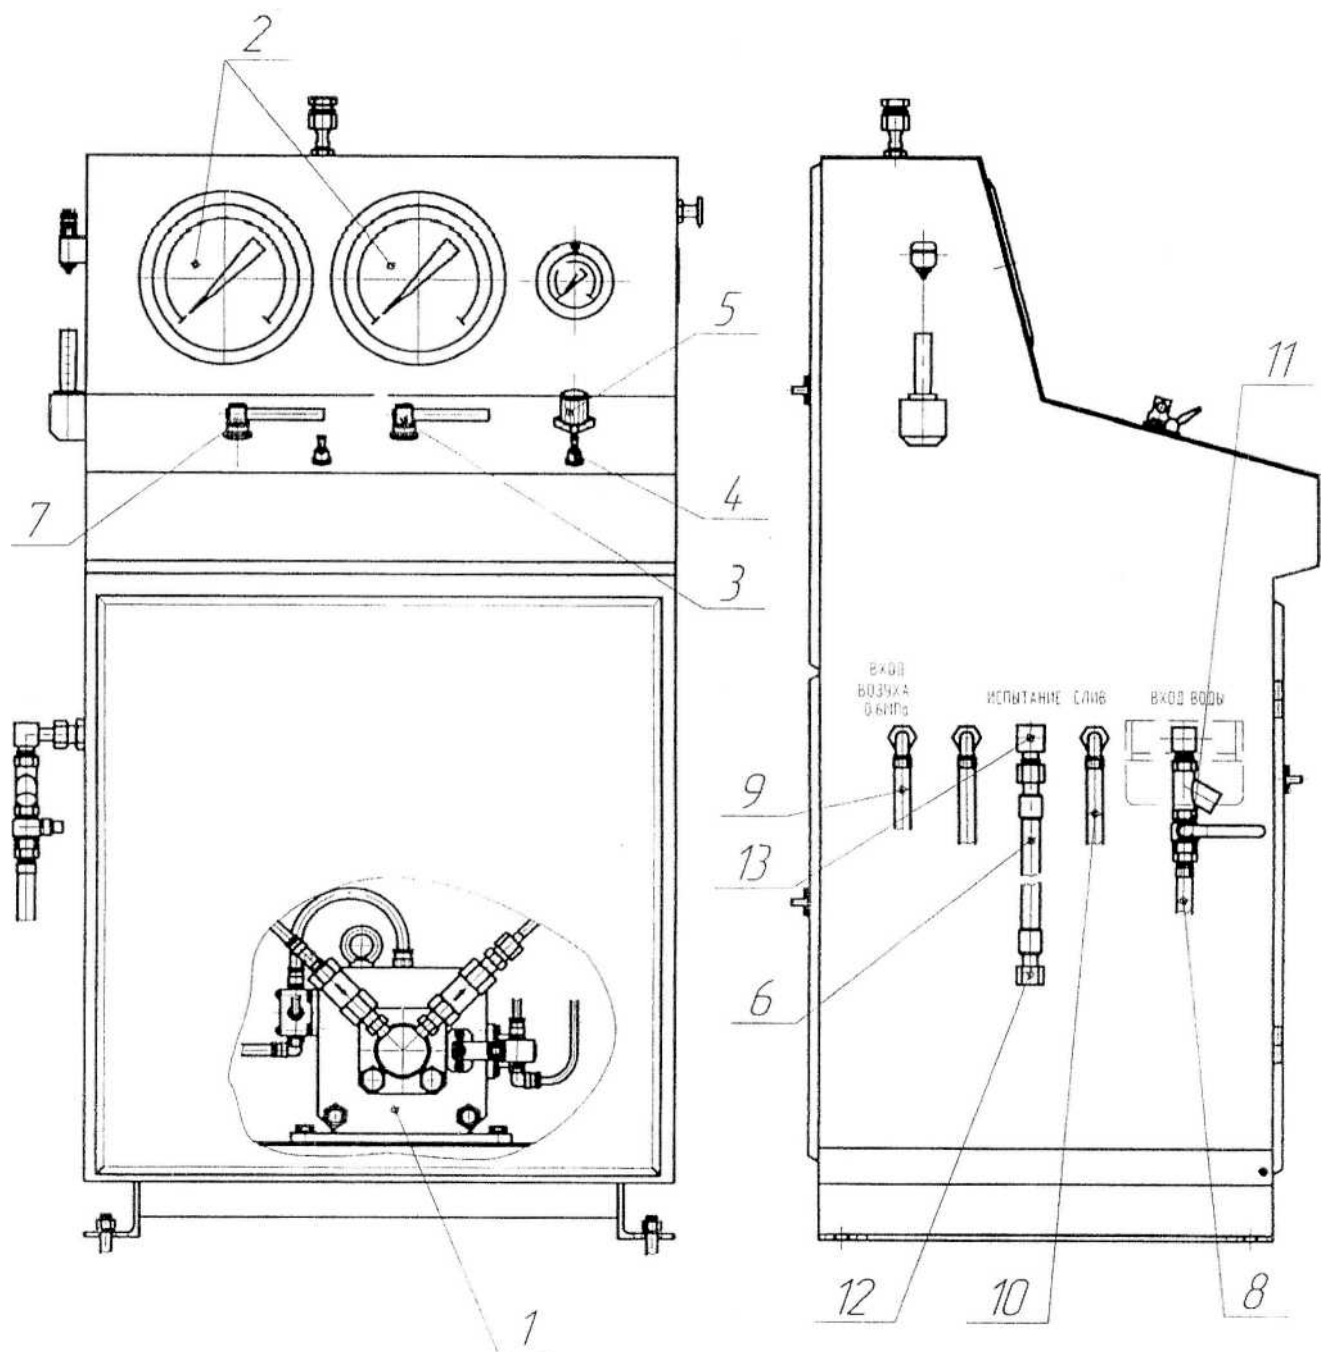

Рисунок 1
- Подключить станцию к сетям воды, воздуха, слива (рукавами 8, 9, 10) рисунок 1;